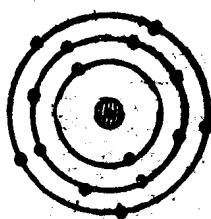
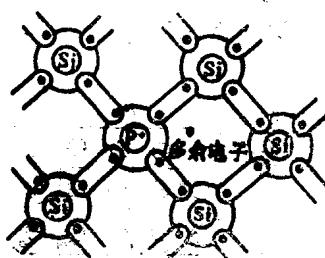

图1-6 磷原子结构
图1-7 硅晶体中掺磷出现自由电子
由于掺入的杂质不同，杂质半导体可分为两大类。一类是在硅或锗的晶体中掺入磷（或其它五价元素）。磷原子的最外层有五个价电子，如图1-6所示。由于掺入硅晶体的磷原子数比硅原子数少得多，因此，整个晶体结构基本上不变，只是在某些位置上的硅原子被磷原子所取代。磷原子参与共价键结构只需要四个价电子，多余的第五个价电子很容易挣脱磷原子核的束缚而成为自由电子（见图1-7）①。于是半导体中的自由电子数目大量增加，自由电子导电成为这种半导体的主要导电方式，故称它为电子半导体或N型半导体。例如在室温27℃时，每立方厘米纯净的硅晶体中约有自由电子或空穴 $1.5 \times 10^{10}$ 个。掺杂后成为N型半导体，其自由电子数目可增加几十万倍。由于自由电子增多而增加了复合的机会，空穴数目便减少到每立方厘米 $2.3 \times 10^5$ 个以下。故在N型半导体中，自由电子是多数载流子，而空穴则是少数载流子。